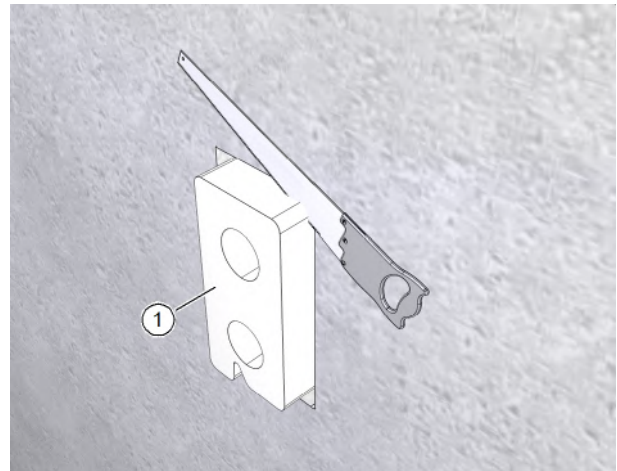
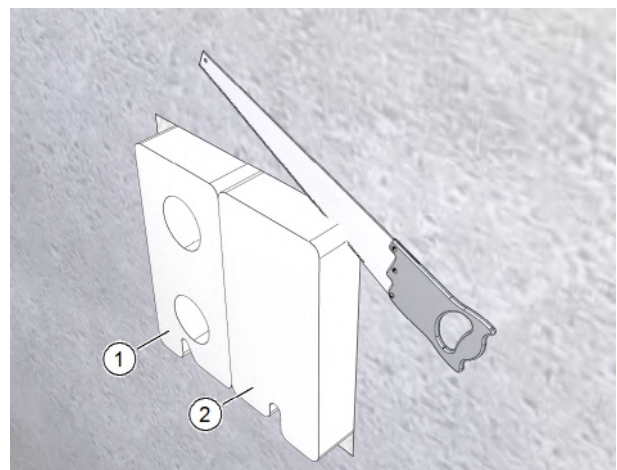

Abb. 28: Mauerkasten **ohne** Füllstück anpassen
Abb. 29: Mauerkasten **mit** Füllstück anpassen
- ▶ Kürzen Sie mit einer Styroporsäge den überstehenden Mauerkasten (Pos. 1 in Abb. 28 und Abb. 29) und ggf. das Füllstück (Pos. 2 in Abb. 29), so dass diese bündig mit der Massivwand oder der angebrachten Dämmung sind.